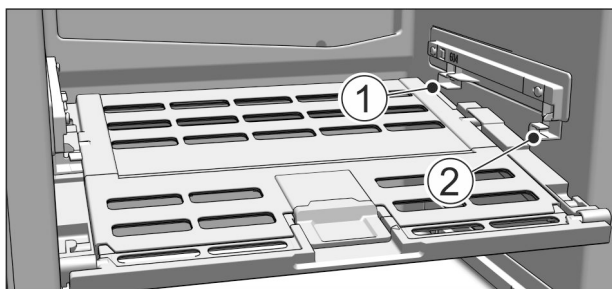

Fig. 50
- ▶ Nasazení víka přihrádky na ovoce a zeleninu: Výstupky víka zaveďte zdola do zadních držáků Fig. 50 (1) a vpředu zaklesněte do držáku Fig. 50 (2).